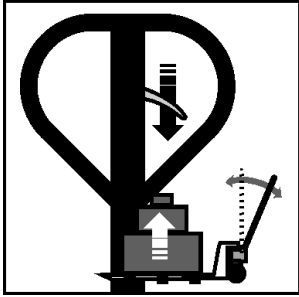

Fig. 7 – Elevando a carga
- a. Posicione a alavanca para baixo e movimente o cabo para elevar a carga, conforme fig. 7.